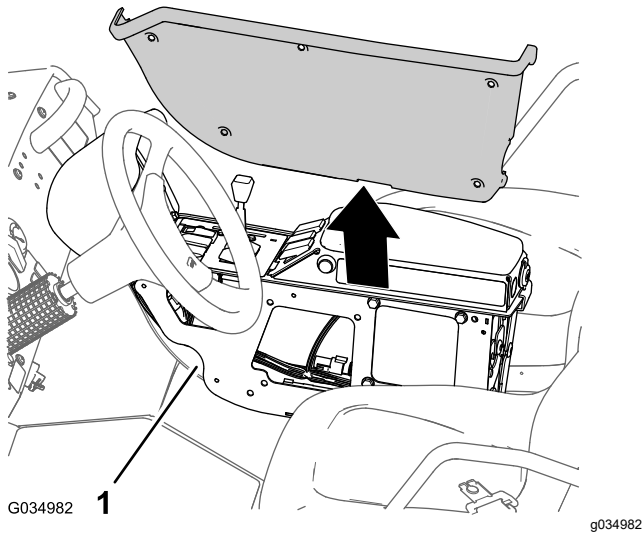

Figure 104
6. Placez le couvercle que vous avez retiré (Figure 104) sur le côté gauche de la console centrale.